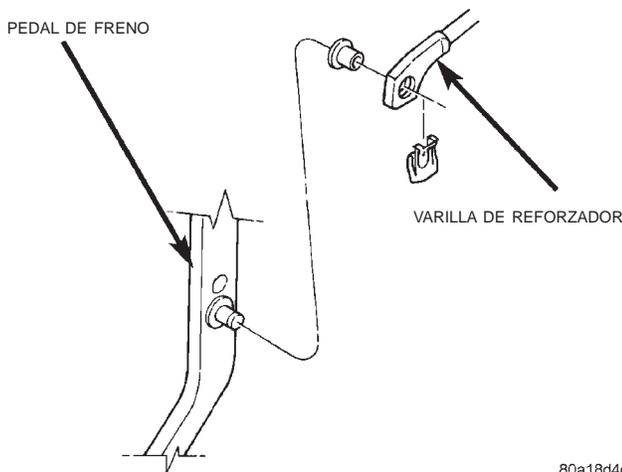

Fig. 18 Fijación de la varilla de empuje
- (1) Retire el cable negativo de la batería.
- (2) Retire el conmutador de luz de freno.
- (3) Retire el controlador del ABS (si está equipado).
- (4) Retire la abrazadera de retención que fija la varilla de empuje del reforzador al pedal (Fig. 18) y la abrazadera de retención de la varilla de embrague (si está equipado).
- (5) Retire los pernos del soporte del pedal de freno y las tuercas de instalación del reforzador. Retire las tuercas de espárragos de la placa de instalación o las
Instale la abrazadera de retención que fija la varilla de empuje del reforzador al pedal (Fig. 18) y la abrazadera de retención de la varilla del embrague (si está equipado).